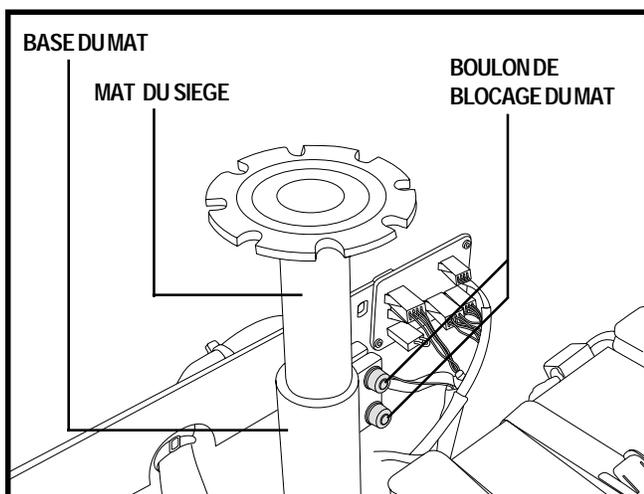

Figure 18. Réglage de la hauteur du siège
5. Desserrez le boulon de blocage du mât. Voir la figure 18.